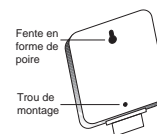

FIGURE 22 : Arrière du boîtier du programmeur
- Glissez la fente en forme de poire, située à l'arrière du programmeur, sur la vis en saillie [voir la figure 22].